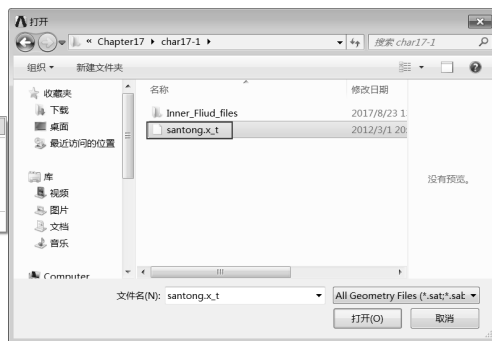

图 17-5 “打开”对话框
Step2：如图 17-5 所示，将文件类型设置成 Parasolid 格式，然后选择 santong.x_t 文件，单击“打开”按钮。